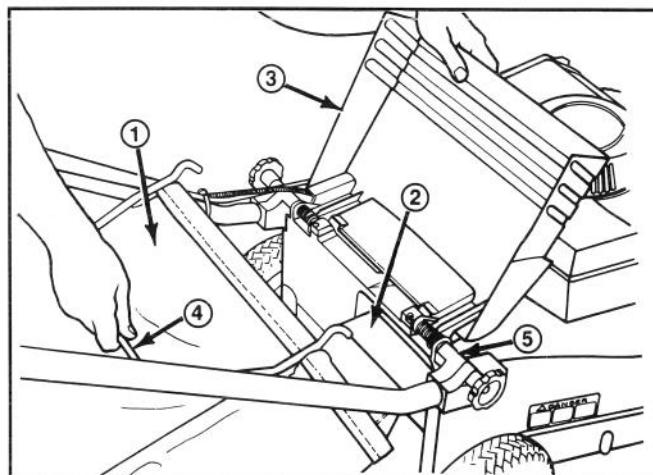

**Abbildung 10**
**5. FAHRBETRIEB** (selbstgetriebenes Modell) (Abb. 10)—Den Antriebshebel gegen den Gestängegriff drücken, um den Mäher in Bewegung zu setzen. Wird der Antriebshebel losgelassen, wird auch der Antrieb ausgeschaltet.